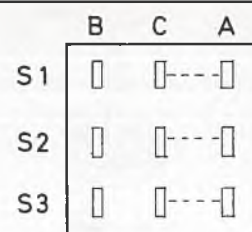

Abb. 2:
8 nach R4/P2 müssen durchgetrennt werden. Jeweils ein isolierter Draht führt nun direkt vom IC-Pin an die Mittelkontakte (C) des Kippschalters. Die außenliegenden Kontakte stellen die Anschlüsse zwischen vorhandenem und neuem Spannungsteiler her (siehe Abb. 2). Es ist darauf zu achten, daß die Schalteranschlüsse nicht vertauscht werden.